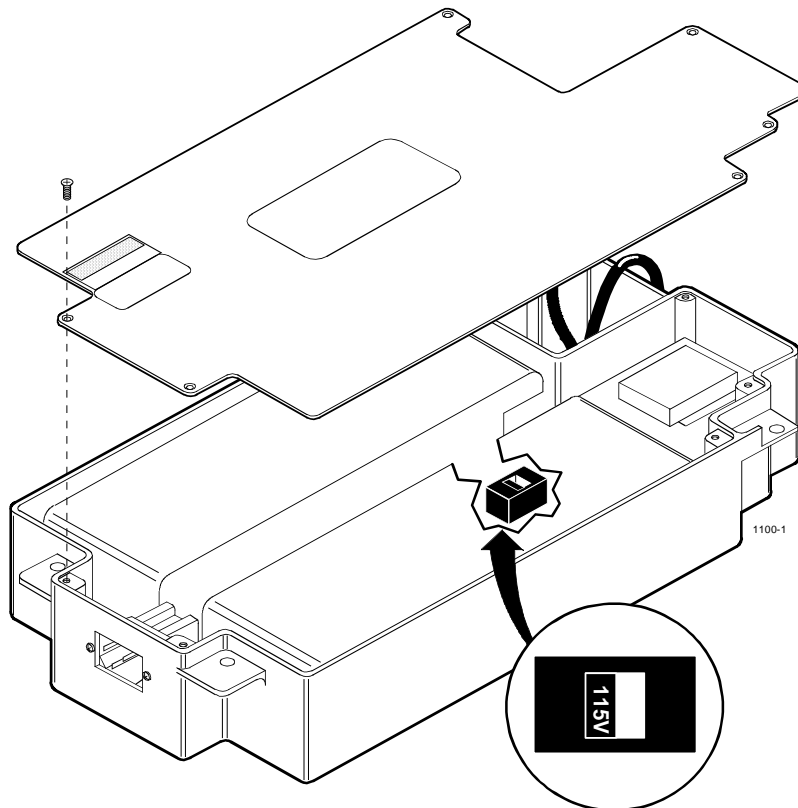

Abb. 1-1. Spannungswähler für 115 / 220 VAC
*Der Akkusatz verfügt über einen eingebauten Spannungswähler für 115 V bzw. 230 V Wechselspannung. Bevor Sie den Akkusatz mit dem Netz verbinden, ist darauf zu achten, daß die Stellung des Spannungswählers der örtlichen Netzspannung entspricht. Zugänglich ist dieser Spannungswähler nach Lösen von 6 Schrauben, mit denen die Abdeckung mit dem Chassis des Akkusatzes verschraubt ist. Siehe dazu Abb. 1-1.*